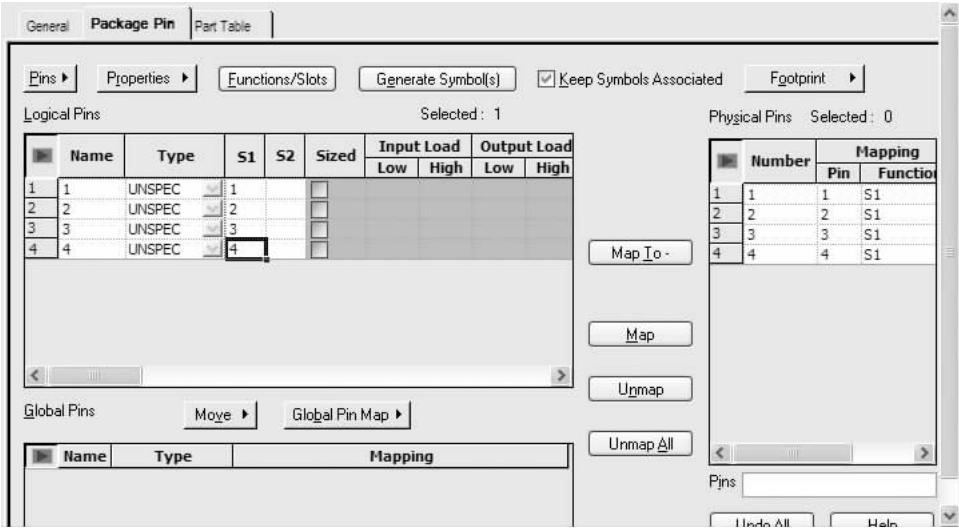

图 2-124 映射引脚
22. 依次在 “Logical Pins” 栏的 “S1” 列对应的表格从 1 开始排序，同时在对应 “Physical Pins” 栏的 “Number” 列显示排序后的引脚，如图 2-124 所示，完成映射。